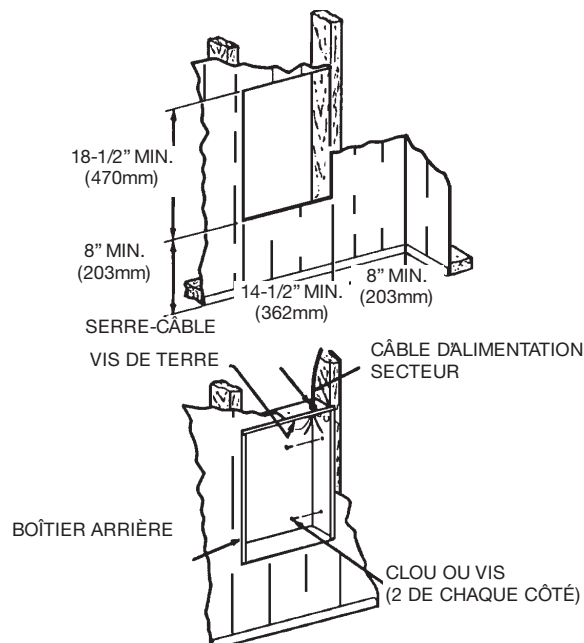

Figure 2 : Positionnement du boîtier arrière dans une construction existante
1. Préparez une ouverture murale de 14-1/2" (362 mm) de large sur 18-1/2" (470 mm) de haut à la hauteur de montage voulue, mais pas plus près de 8" (203 mm) d'un mur adjacent ou du sol (Voyez la Figure 2).